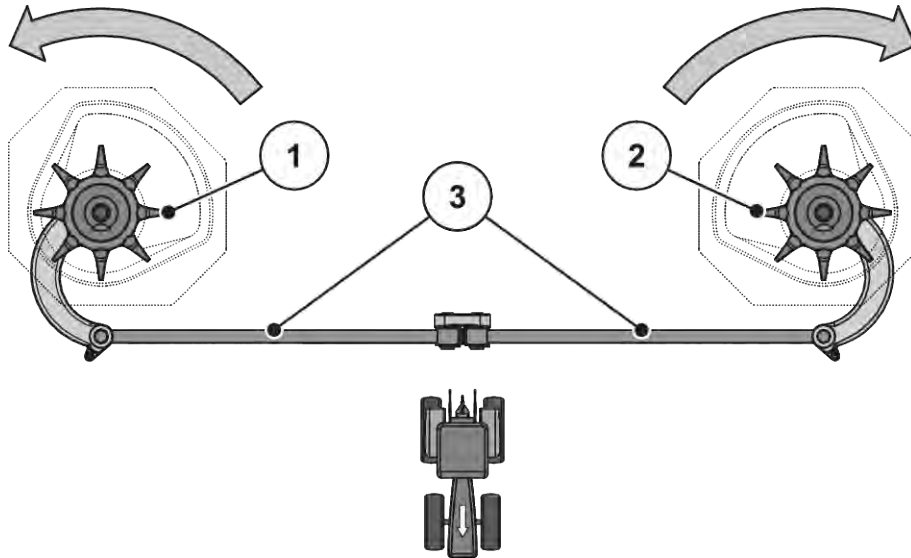

Abb. 53: Rührwerksantrieb prüfen
- Rührkopf von Hand **in die Drehrichtung der Wurfscheibe** drehen. Siehe *Abb. 53 Rührwerksantrieb prüfen*.
- Rührkopf von Hand oder mithilfe eines Ölfilterbandes kräftig **gegen die Drehrichtung der Wurfscheibe** drehen. Siehe *Abb. 53 Rührwerksantrieb prüfen*